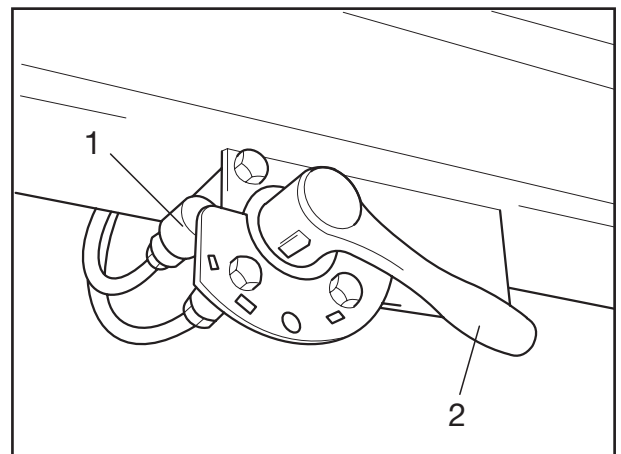

Fig. 2
- [1] Fahrzeug anheben, Luftfederbälge bis zur maximalen Höhe belüften, dazu bei Luftfederung mit Drehschieberventil / Schaltventil (Fig. 2/1) den Hebel (Fig. 2/2) auf „Heben“, anschließend auf „Stop“ stellen.
- [1] Lift the vehicle, pressurize the air bag until the maximum height is reached. To do this in air suspension with rotary disc valve / switching valve (Fig. 2/1), set the lever (Fig. 2/2) to "Lift", then to "Stop".
- [1] Relever le véhicule et déaérer les coussins d'air jusqu'à la hauteur maximale ; sur les suspensions pneumatiques à distributeur rotatif / valve de commande (Fig. 2/1), amener tout d'abord le levier (Fig. 2/2) sur "Levage", puis sur "Stop".